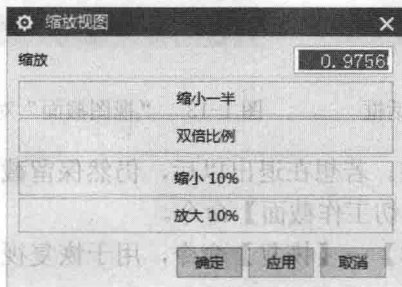

图 1-9 “缩放视图”对话框
(1) 适合窗口。选择【菜单】→【视图】→【操作】→【适合窗口】命令或单击【视图】选项卡，选择【方位】组中的【适合窗口】图标，系统自动将模型中所有对象尽可能最大地全部显示在视图窗口的中心，不改变模型原来的显示方位。
(2) 缩放。选择【菜单】→【视图】→【操作】→【缩放】命令，弹出如图 1-9 所示的“缩放视图”对话框。系统会按照用户指定的数值，缩放整个模型，不改变模型原来的显示方位。
(3) 非比例缩放。选择【菜单】→【视图】→【操作】→【非比例缩放】命令，系统会要求用户使用鼠标拖曳一个矩形，然后按照矩形的比例，缩放实际的图形。